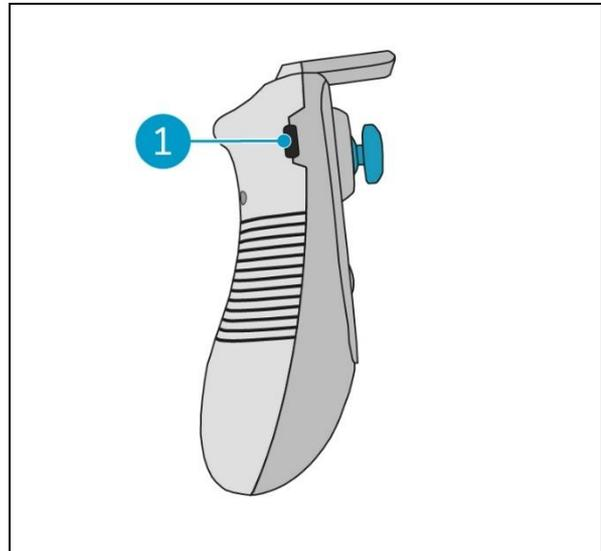

Figure 12
1. Branchez le connecteur USB-C du câble USB-C vers USB-A sur le port USB-C (Figure 12, pos. 1) de la télécommande, voir Figure 12.